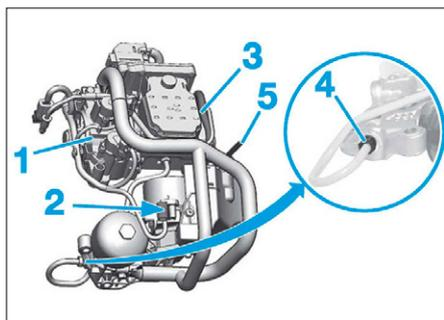

FIG. 7
- Débrancher le connecteur (2) (Fig.7).
- Dessacoupler la canalisation de retour (3) du réservoir hydraulique.
- Reposer le raccord (4) de la canalisation haute pression (Fig.7).
- Remplacer la canalisation de retour (3).
- Brancher le connecteur (2).
- En cas de remplacement du groupe électropompe, enlever la languette (5) de mise à l'air libre.